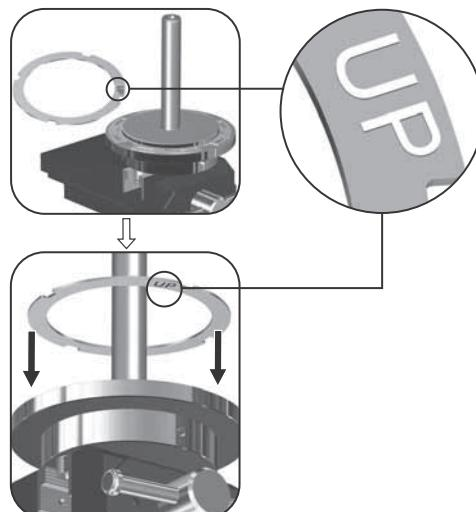

Рис. 32 Установка уплотнительного кольца (45) с надписью «UP» (ВВЕРХ), указывающей вниз, в направлении стопора уплотнительного кольца (65)
- Установите уплотнительное кольцо (45) поверх стопора уплотнительного кольца (65).
Примечание. Надпись «UP» (ВВЕРХ), нанесенная на уплотнительное кольцо (45), должна указывать вниз, в направлении стопора уплотнительного кольца (65). См. рис. 32.